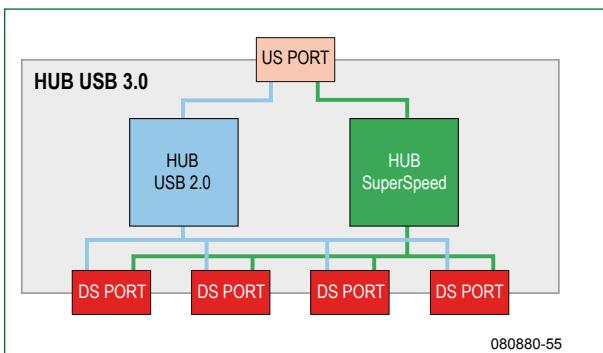

Figure 6.
Il existe plusieurs types d'appareils comportant un seul périphérique simple (**Figure 6**).
- Appareil uni-fonction, simple interface. C'est un périphérique simple (**Figure 6**).